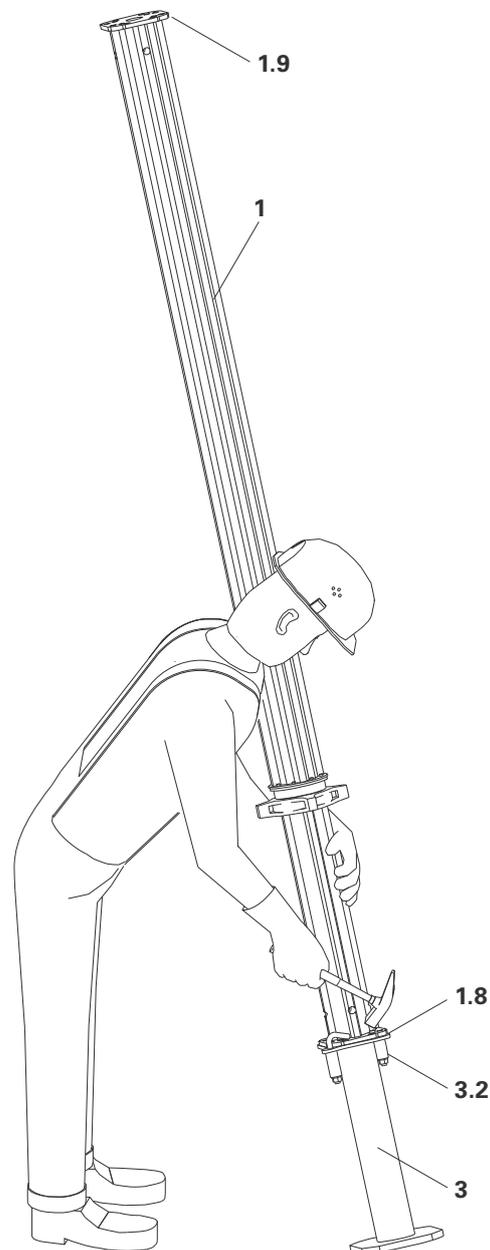

Fig. 18
3. Fastspenningskloen (3.2) slås med hammer over støtten fot- hhv. topplate. (Fig. 18)